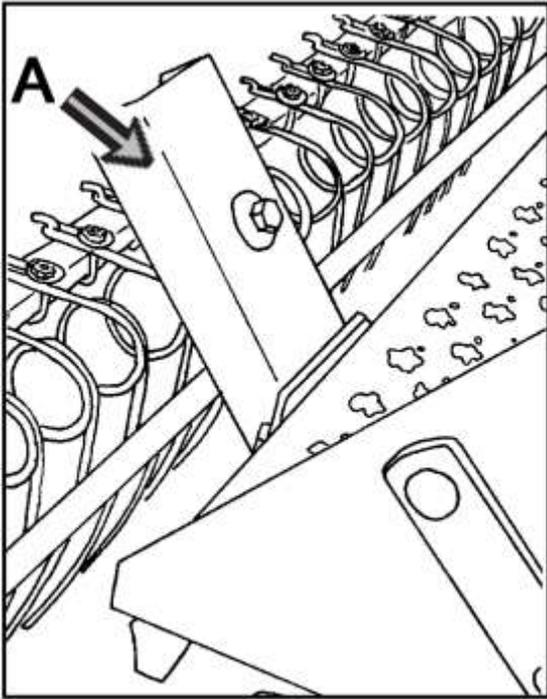

Abb. 21.
Im hinteren Bereich der Bühne montieren Sie die Halterungen (A) für den Fine-Seed-Box-Feinsaatkasten. Der Abstand zwischen den Stützelementen muss dem Abstand zwischen den Stützpunkten am Saatgutkasten des Feinsaatkastens entsprechen. Bei Bedarf Zusatzbohrungen in die Bühne zur Befestigung der Stützelemente bohren. Drehen Sie die Schraube M12x25 mit vergrößerter Unterlegscheibe in das am hinteren Teil der Bühne montierte Stützelement ein. Schraube nicht fest anziehen. Siehe Abb. 21 und 22.